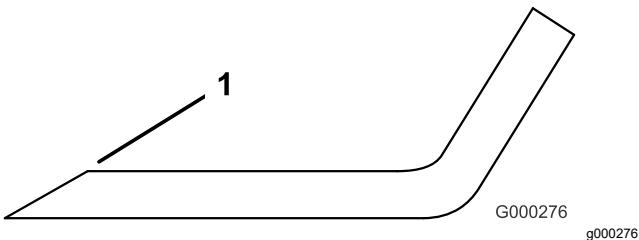

Figura 132
3. Inspeccione los filos de corte de todas las cuchillas, y áflelos si están romos o tienen mellas (Figura 132).
Nota: Afile únicamente la parte superior del filo y mantenga el ángulo de corte original para asegurar un filo correcto (Figura 132). La cuchilla permanece equilibrada si se retira la misma cantidad de material de ambos filos de corte.